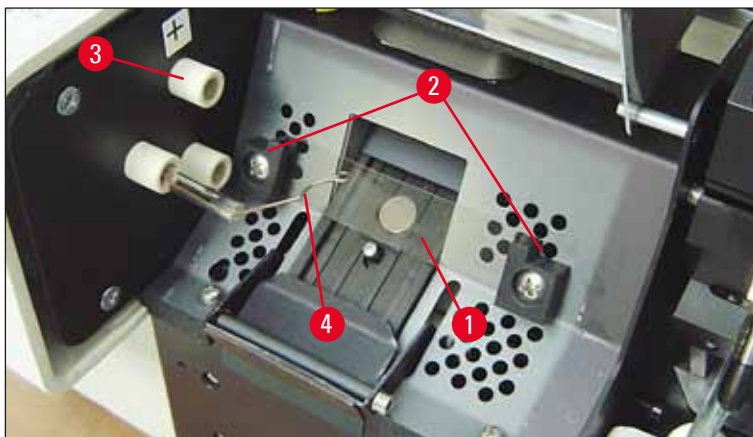

Fig. 20
5. Veiller à ce que le ressort de contact (→ "Fig. 19-2") se détache du fil d'amorce (→ "Fig. 20-4") de la lampe (voir également (→ "Fig. 20") et (→ "Fig. 21-1"))).